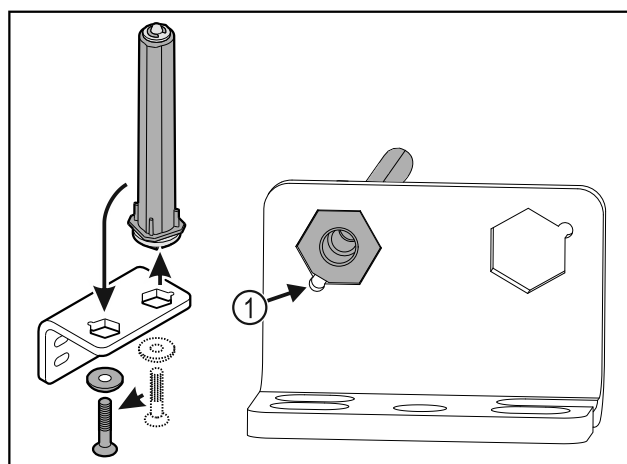

Fig. 32
- Lors de l'insertion de l'axe, veiller à ce que son chanfrein Fig. 32 (1) soit du côté du trou rond.